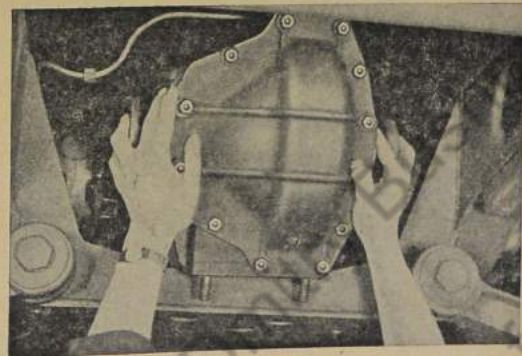

Bild 597: Hinterradantrieb nach hinten herausheben
6. Hinterradantrieb aus den beiden Stiftschrauben heraus- und dann nach hinten abheben (Bild 597).